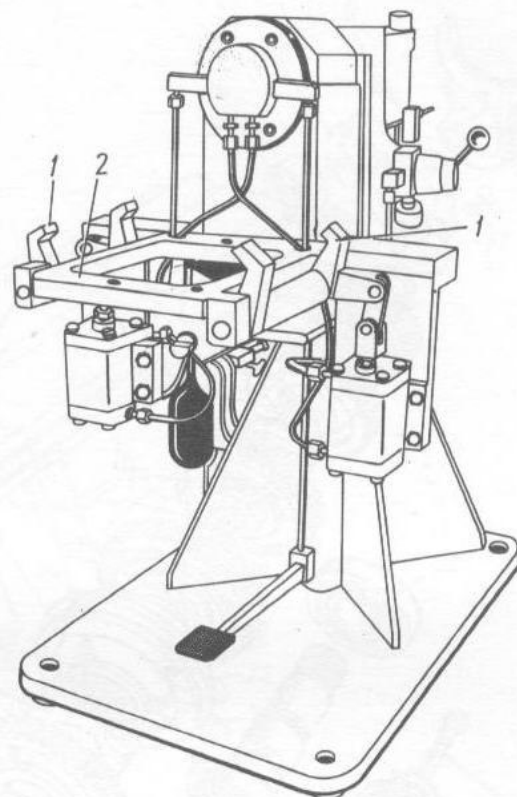
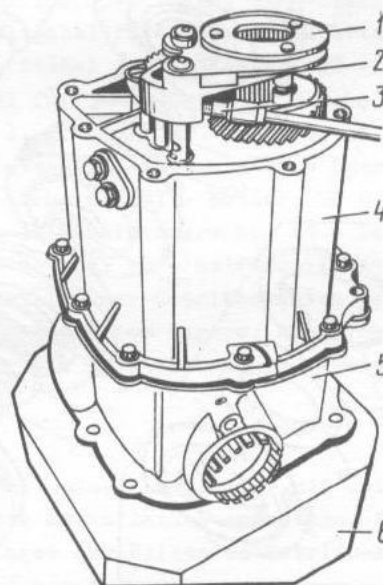

Bild 3-59. Auseinander- und Zusammenbaustand für Wechselgetriebe:
Bild 3-60. Auseinanderbau des auf einen Holzbock gesetzten Wechselgetriebes:
Den weiteren Auseinanderbau des Wechselgetriebes auf einem Spezialstand mit Schwenkplatte 2 (Bild 3-59) durchführen [möglich ist die Durchführung dieser Arbeit auf Holzuntersatz 6 (Bild 3-60)];
- Raste 9 (Bild 3-62) der Schaltgabel für 5. Gang losdrehen (Ausführung dieser Arbeit ist günstig bei eingeschaltetem Rückwärtsgang). Gabel 2 (siehe Bild 3-60) von Schaltstange abziehen, dabei gleichzeitig Synchronisator für 5. Gang von Nabe absetzen;